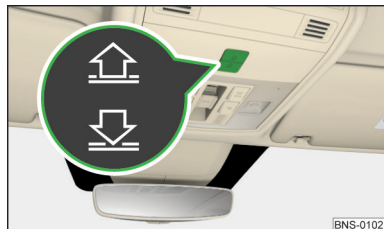

Fig. 67
#### Operación de la cortinilla antisolar enrollable » fig. 67
- › Conectar el encendido, presionar y mantener presionada la tecla » fig. 67 de la pág. 78.